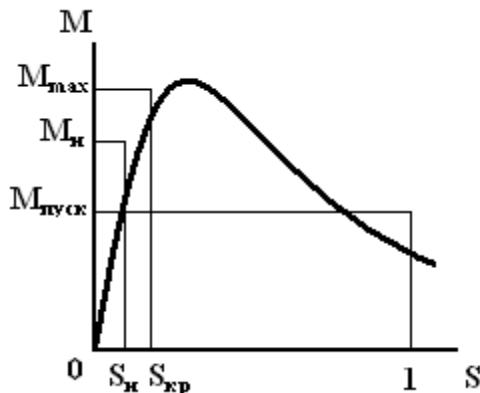

Рис.1.
*Механическая характеристика  $M(s)$  асинхронного двигателя, построенная с учетом зависимости  $I_{2s}(s)$  и  $\cos \psi_{2s}(s)$ , представлена на рис.1.*